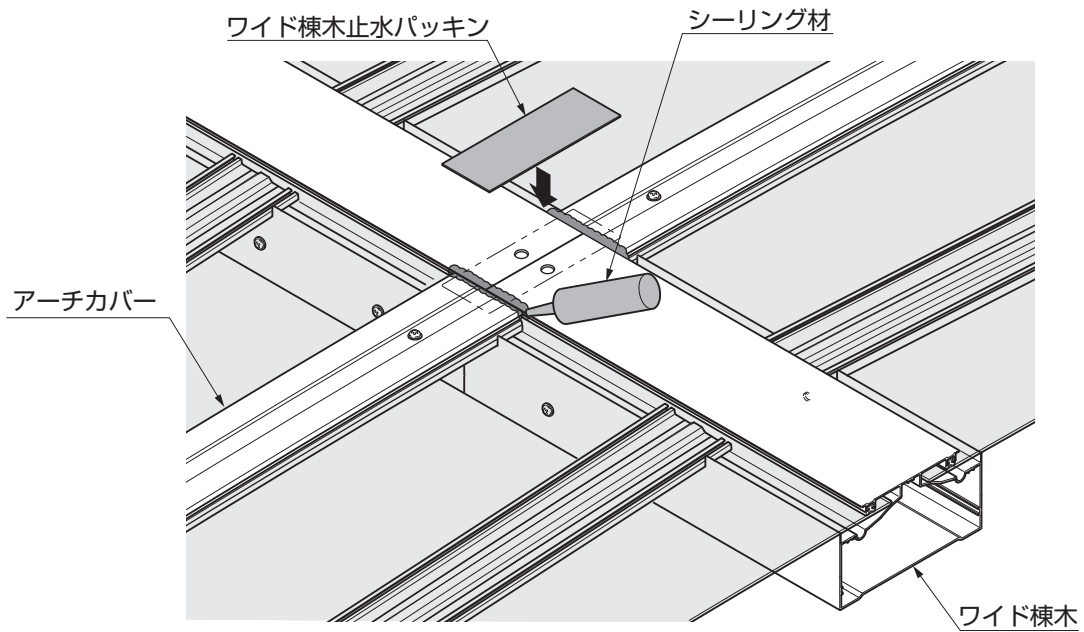

図2-6
- ② ワイド棟木の接続部分に、ワイド棟木止水パッキンを貼付けてください。(図2-6参照)